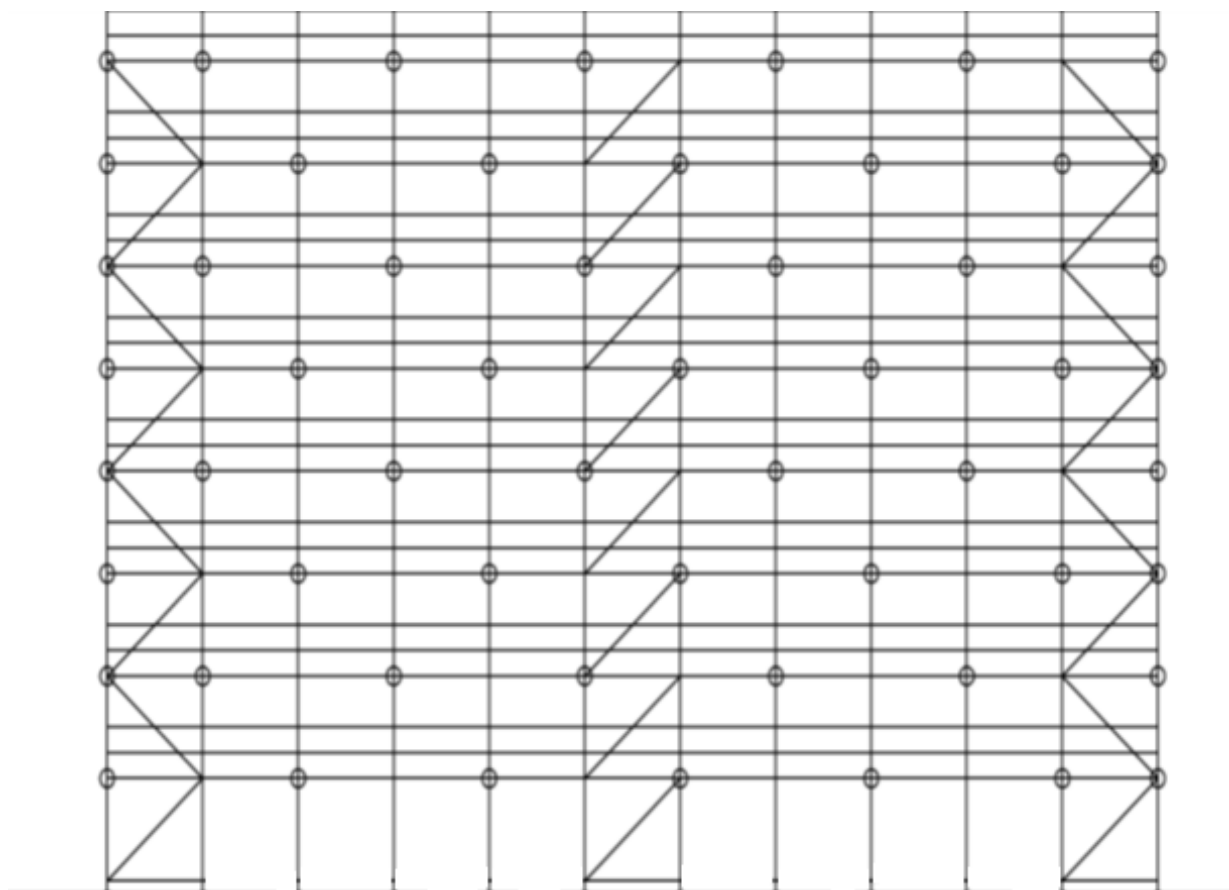

Fig.: 1 Skitse over montage af diagonaler og fastgørelser.
- Monter diagonaler efter det foreskrevne mønster Fig. 1.
- Monter fastgørelser efter forskrifterne til vægen med øjebolt og rawlplugs Fig. 1.